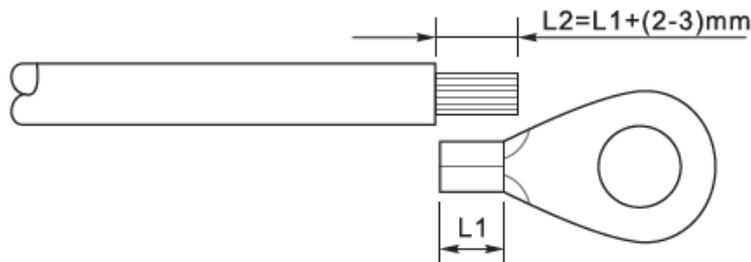

Figure 9 - Préparation du câble de terre (1)
1) Enlever une longueur adéquate de la couche d'isolement extérieur à l'aide d'un dénude-câbles, comme illustré à la Figure 9.